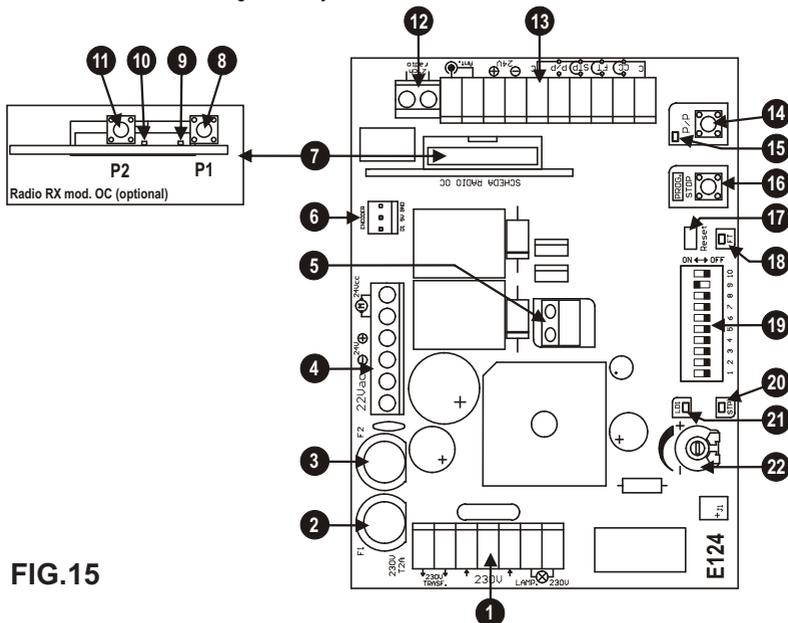
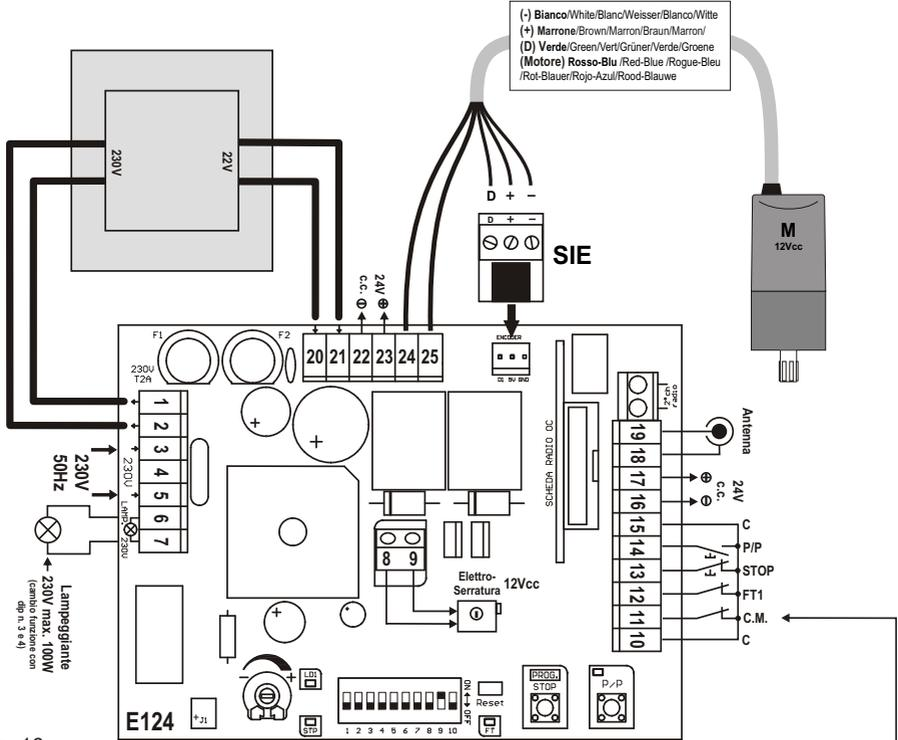

FIG.15
Fig. 16
Volg voor de aansluitingen de tabellen 1 en 2 en afbeelding 16. In het geval van reeds bestaande installaties is het raadzaam de algemene toestand van de geleiders (doorsnede, isolering, contacten) en de nevenapparatuur (fotocellen, ontvangers, toetsenborden, sleutelschakelaars, etc.) te controleren.
Tijdens de fase van zelfinstelling dient u meermaals op de toets P/P te drukken( deel 14 op afb. 15); in plaats daarvan kunt u ook de instructie P/P (klem 14, afb. 16) gebruiken of de radiozender die op het eerste kanaal van de ontvanger in het geheugen is opgeslagen.
- 2- Houd de knop PROG ingedrukt en voer een reset uit door kortsluiting tot stand te brengen met de schroevendraaier op de jumper Reset (deel 17 op afb. 15).
1-Schakel de vertragingssnelheid in door de dipschakelaar 9 op ON te zetten (deel 19 op afb. 15).
De verschillende beschreven opties kunt u met de dipschakelaars functies (deel 19 op afb.15) selecteren.
De antenne dient op de klemmen 18 (kous) en 19 (besturingseenheid) te worden aangesloten, zie afb. 16.